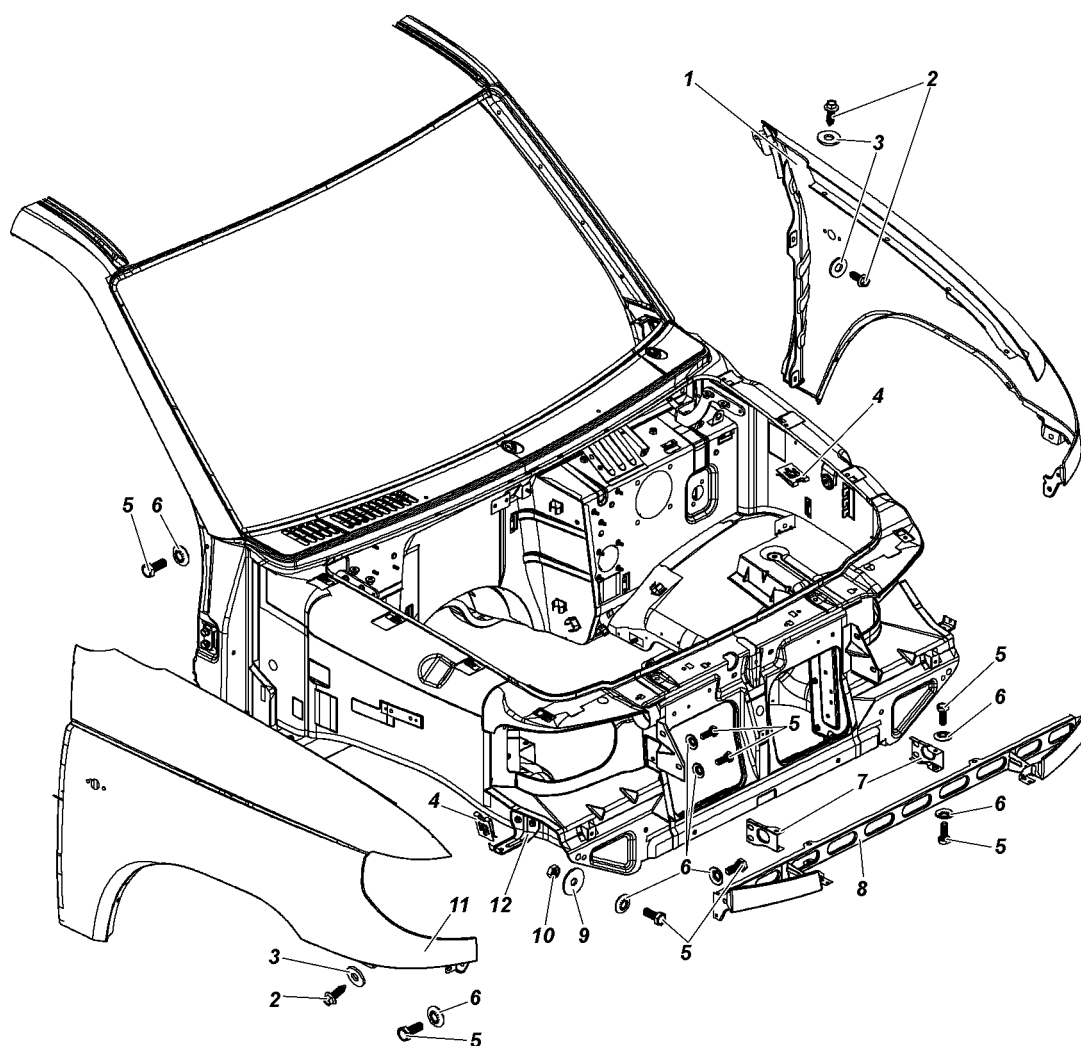

Рис. 15.24. Передние крылья и балка облицовки радиатора:
1. Отверните по два болта 5 (рис. 15.24) с каждой стороны крепления крыла к балке 8 облицовки радиатора и по одному болту 5 с гайкой 10 крепления крыла к каркасу кузова.